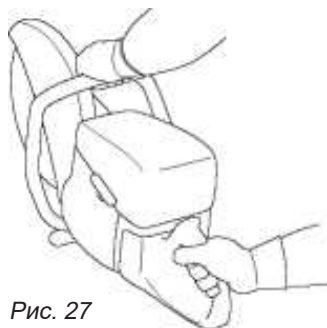

Рис. 27
- Держите резчик обеими руками, крепко обхватив рукоятки большими и указательными пальцами (рис. 27). Правая рука должна находиться на задней ручке, а левая - на передней. Все операторы, правши или левши, должны использовать этот захват. Никогда не используйте инструмент, держа его только одной рукой.